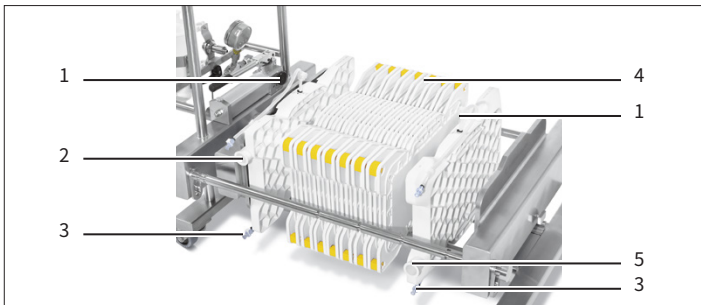

图 6: 将叠片插入中试过滤器支架上的歧管入口板和出口板之间。
- ▶ 将叠片 (4, 参见图 6) 放置在支架中尽可能低的位置。
- ▶ 用于色谱分离的叠片 (4) 必须来自同一批次。
- ▶ 将所需数量的 Sartobind® 膜叠片 (4) 放置在歧管之间 (参见图 6)。
- ▶ 使用夹钳手动关闭歧管板的所有排水和排气阀 (1)。